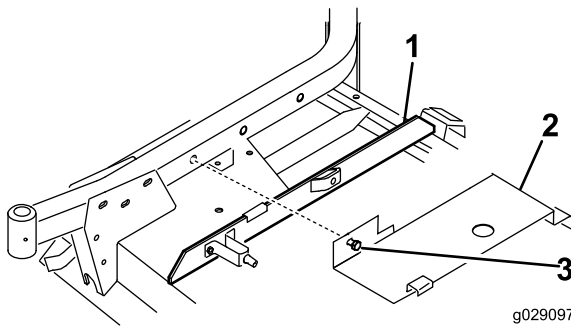

図 24
1. 右側ブリッジバーの上にトリムモールディングを差し入れ、スプリングブラケットの側面がトリムモールディングの遠い方のエッジから10cmの距離になるように位置決めする 図 24。
2. カバー取り付けボルトを右キャストアームの穴に入れ、デッキカバー 図 24 の後部を後チャネルピンに引っ掛ける。カバーはモールディングに寄りかかるようになる。必要に応じてモールディングを調整する。